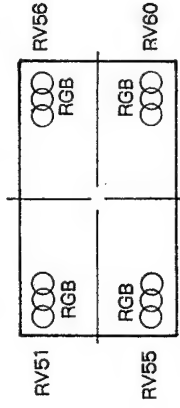

図 1-24
4. DC基板のRV51, RV55, RV56, RV60にて赤・緑・青のドットが重なるように調整する。(図1-24参照)